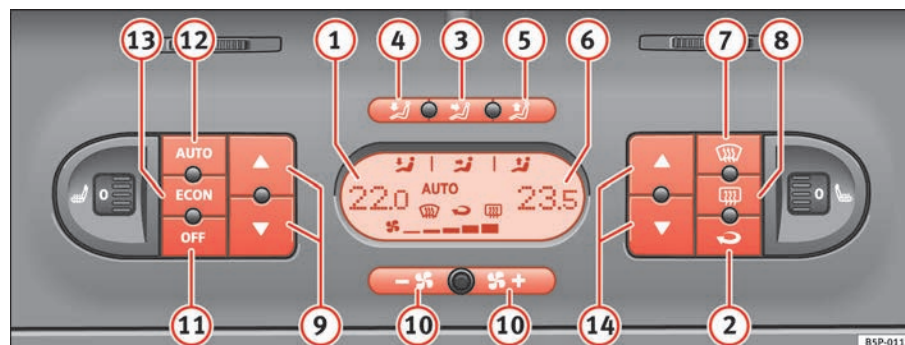

Fig. 130 Mandos del 2C-Climatronic en el tablero de instrumentos
- Pulse las teclas de regulación de temperatura ⇒ página 163, fig. 130 ⑨ ó ⑭ para ajustar la temperatura del lado izquierdo y derecho respectivamente.
- Pulse la tecla  ⇒ **página 163, fig. 130.** Aparece “AUTO” en el display.